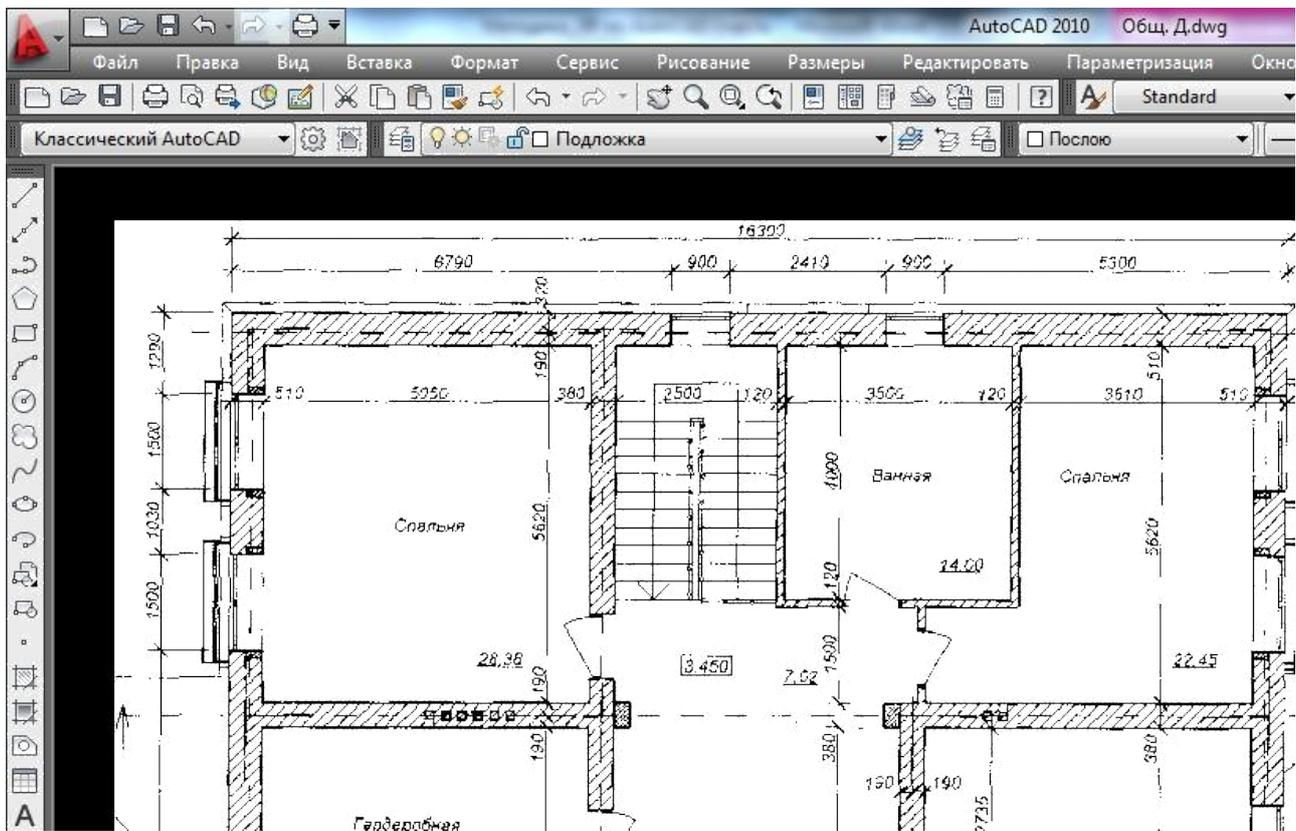

Рисунок 6.1. Фрагмент части окна AutoCAD с вставленной подложкой.
- Подгружаем отсканированное изображение в MODEL (см. Лаб. раб. №3, использование подложки, способ второй). Результат показан на Рисунок 6.1.